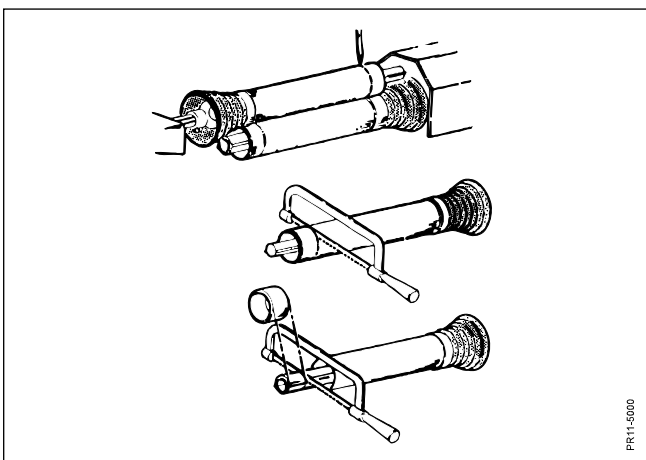

Fig. 2-20
- Fig. 2-20 Beachten Sie, daß alle 4 Rohre gleich viel abgekürzt werden. Die Enden der Profilrohre abrunden und sorgfältig entgraten, die Enden der Profilrohre gründlich reinigen, um Schmutz und lose Späne zu entfernen, und die Profilrohre gründlich einfetten, bevor die Wellenenden wieder zusammengeschoben werden.